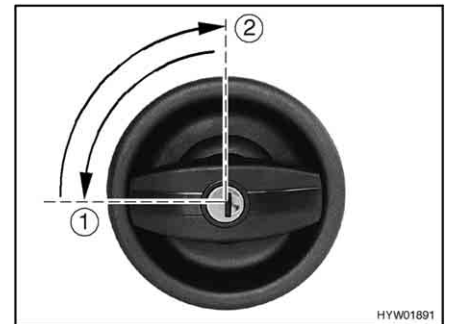

Bild 23 Türschloss Eingangstür, außen, verriegeln
- Schlüssel in Schließzylinder stecken und eine viertel Umdrehung entgegen dem Uhrzeigersinn drehen (Bild 23,1).
- Schlüssel in Mittelstellung zurückdrehen (Bild 23,2) und abziehen.